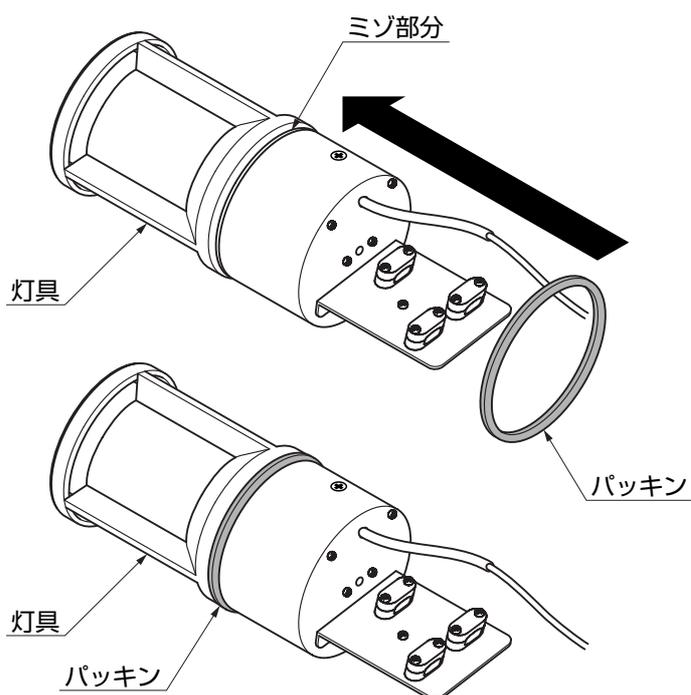

図1-3
③パッキンを灯具のミゾ部分にはめ込んでください。(図1-3参照)
④灯具と配線の接続をし、取付けを行ってください。